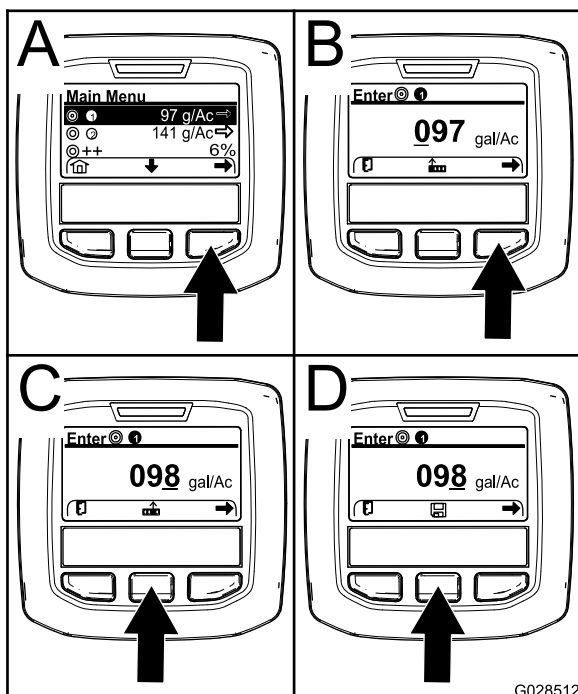

Figura 66
2. En caso necesario, pulse el botón de selección central para destacar el caudal de aplicación para el programa 1 del fumigador (Figura 66).
3. Pulse el botón de selección derecho para seleccionar el programa 1 del fumigador (Figura 66 A).
- Pulse el botón de selección derecho (Figura 66 B) para mover el cursor hasta la siguiente posición numérica a la derecha.
- Pulse el botón de selección central (Figura 66 C) para aumentar el valor numérico (de 0 a 9).
**Nota:** Aparece el icono Guardar encima del botón de selección central (Figura 66 D).
6. Pulse el botón de selección central (Figura 66 D) para guardar la programación del caudal de aplicación.